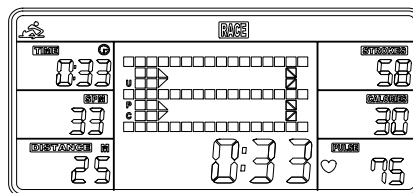
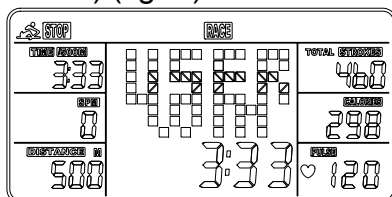

Fig. 6
Fig. 7
A. Tryck på START för att starta. STOP försvinner. USER (användare) och PC (dator) visas i matrisen (fig. 6). Mätaren stannar när antingen användaren eller mätaren har nått avståndet som ställdes in. Matrisen visar sedan "PC WIN" (datorn vinner) eller "USER WIN" (användaren vinner) (fig. 7).